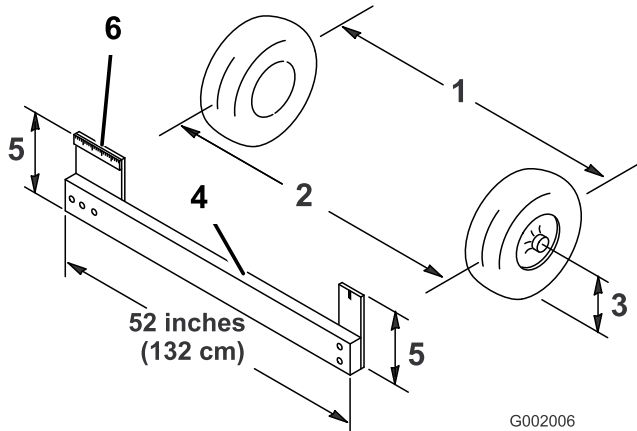

Figura 60
- Mida la distancia entre los neumáticos delanteros a la altura del eje, en la parte delantera y trasera de las ruedas (Figura 60). Es necesario utilizar una plantilla para medir la distancia entre la parte trasera de las ruedas delanteras a la altura del eje. Utilice la misma
plantilla para medir con precisión la parte delantera de las ruedas delanteras a la altura del eje (Figura 60).